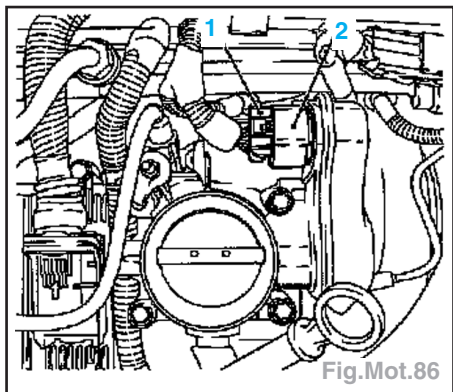

Fig.Mot.86
- Déposer la fiche de faisceau (1) de la tubulure (2) (Fig.Mot.86).